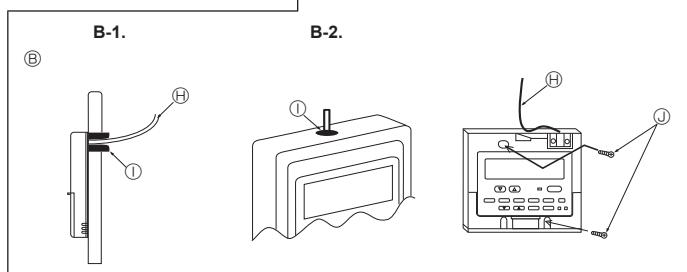

Fig. 7-7
- (2) Sceller l'entrée du service du cordon de la télécommande avec du mastic pour éviter toute invasion possible de rosée, d'eau, de cafards ou de vers. (Fig. 7-7)